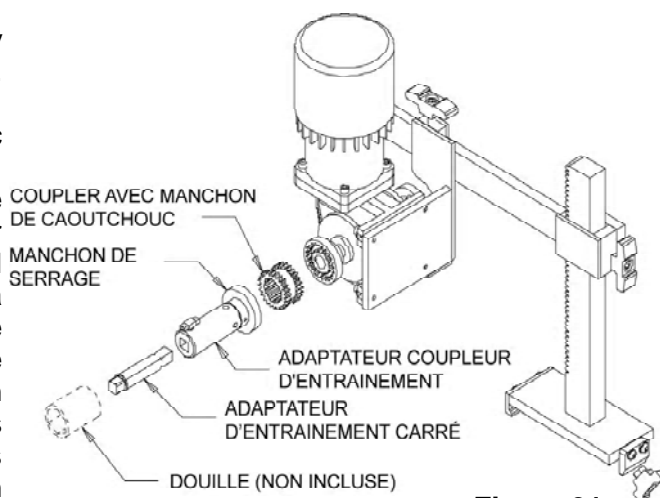

Figure 21
**COUPLEUR AVEC MANCHON DE CAOUTCHOUC :** Il est placé dans le coupleur bride correspondant déjà monté dans l'arbre d'entraînement rotatif. Voir la figure 21.
3. Placer la douille d'entraînement carrée appropriée de 1/2 po [12,7 mm] ou l'adaptateur sur l'écrou d'entraînement du cylindre, puis insérer l'arbre d'entraînement carré dans la douille. Placer le manchon de serrage sur l'arbre d'entraînement et y insérer l'assemblage adaptateur coupleur d'entraînement. Enfin placer le coupleur en caoutchouc sur l'adaptateur coupleur d'entraînement. Voir la figure 21.